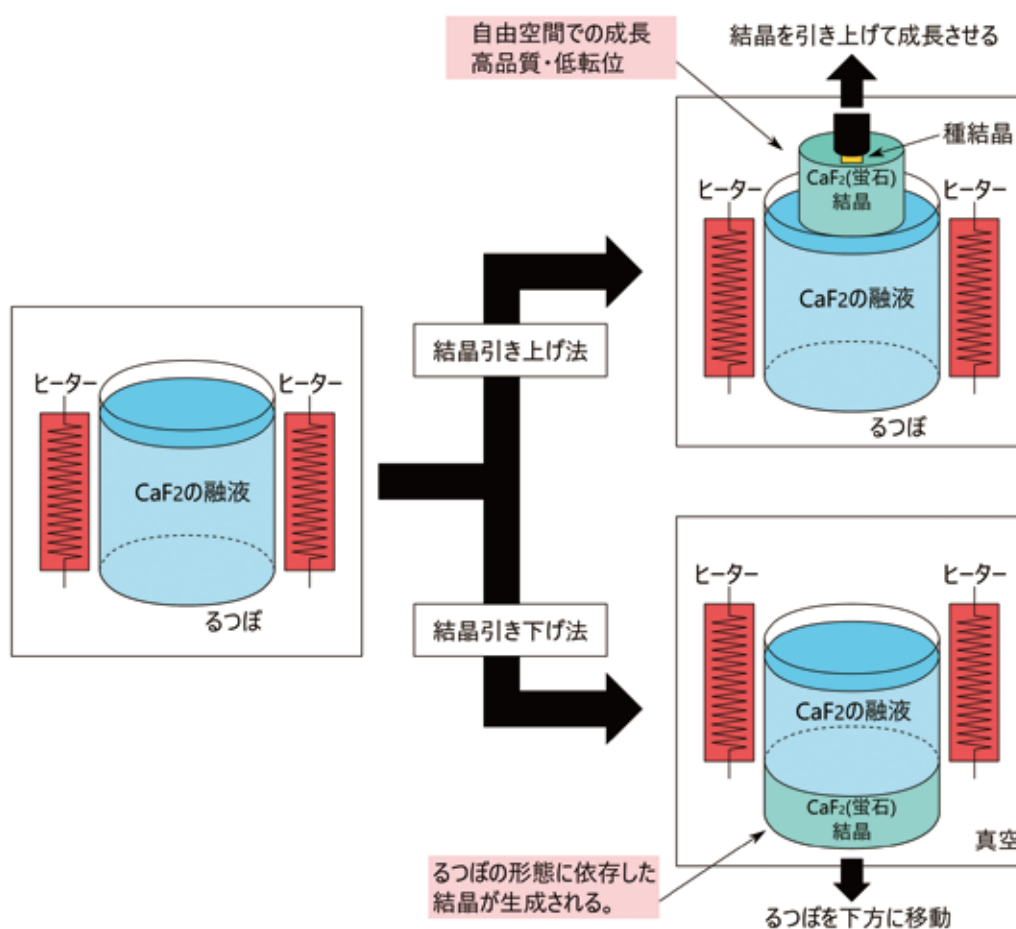

図2：結晶引き上げ法と引き下げ法のイメージ図
キャノンオプトロン社製の合成蛍石は、天然蛍石を原料とし、結晶引き下げ法で合成されます。結晶引き下げ法（ブリッジマン法）は結晶引き上げ法と対になる手法で、結晶引き上げ法（チョコラルスキー法）で作られる宝飾用合成石にはクレサンベールの合成ルビー等があります。結晶引き上げ法と結晶引き下げ法について図2に示します。結晶引き下げ法の手順は、まず(1) るつぼに蛍石（粉末）を入れヒーターの熱で融解、融液を作り、(2) るつぼを少しずつ引き下げます。(3) 引き下げた部分はヒーターにより熱されていない状態なので結晶化がはじまります。(4) 引き下げを続けることで、融液は次々と結晶となり、蛍石の結晶が生成されます。